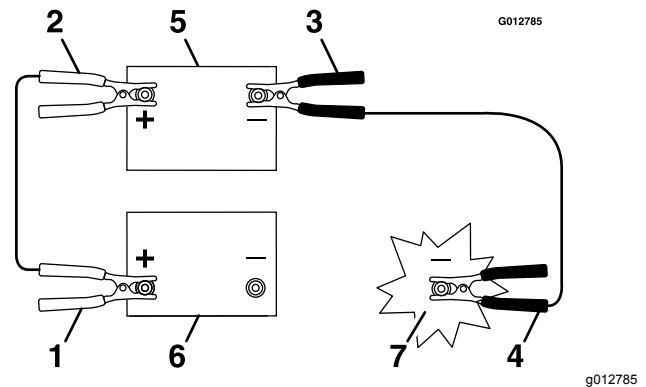

Figure 90
3. Branchez la cosse du câble positif (+) (rouge) à la borne positive (+) de la batterie à plat (Figure 90).